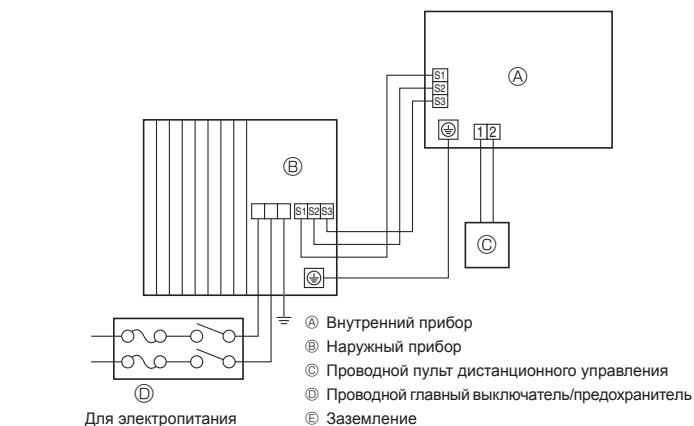

Fig. 7-1
7.1. Меры предосторожности (Fig. 7-1)